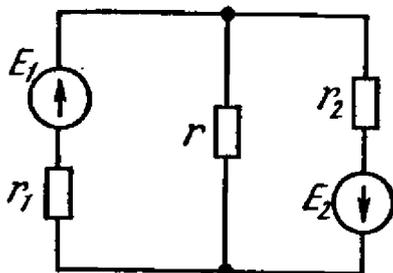

Рис. 1.33
1.33. Определить величину э. д. с. E_2 в цепи схемы рис. 1.33 при условии, что ток в сопротивлении r равен нулю, а внутренние сопротивления источников $r_1 = 0,2$ Ом, $r_2 = 0,6$ Ом и э. д. с. $E_1 = 6$ В.